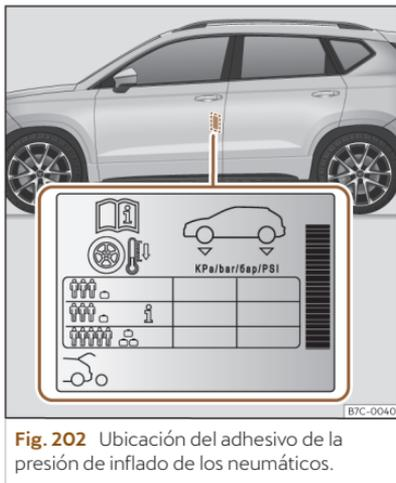

Fig. 202 Ubicación del adhesivo de la presión de inflado de los neumáticos.
- Adapte la presión de los neumáticos a la carga que lleva el vehículo >>> **fig. 202.**
Los valores de la presión de inflado se indican en la etiqueta adhesiva situada en la zona posterior del marco de la puerta delantera izquierda >>> **fig. 202.**
La presión de los neumáticos se debe adaptar a la carga actual del vehículo. Si el vehículo va a ir cargado al máximo, debe aumentar la presión de inflado al valor máximo de carga indicado en la etiqueta adhesiva >>> **fig. 202.**
En el caso de una rueda de emergencia mini-mizada (125/70 R16 o 125/70 R18), inflar a 4,2 bar de presión según se indica en la etiqueta de presión de los neumáticos >>> **fig. 202.**
En función del vehículo, se puede adaptar la presión de inflado de los neumáticos a media carga para aumentar el confort de marcha (presión de inflado **i** >>> **fig. 202).** Cuando se circula con la presión de inflado de confort, puede incrementarse ligeramente el consumo de combustible.
- El conductor es responsable de que todos los neumáticos del vehículo estén inflados a la presión correcta. La presión de inflado recomendada viene indicada en un adhesivo >>> fig. 202.
- Con los neumáticos en frío, deberá mantenerse siempre la presión indicada en el adhesivo >>> fig. 202.